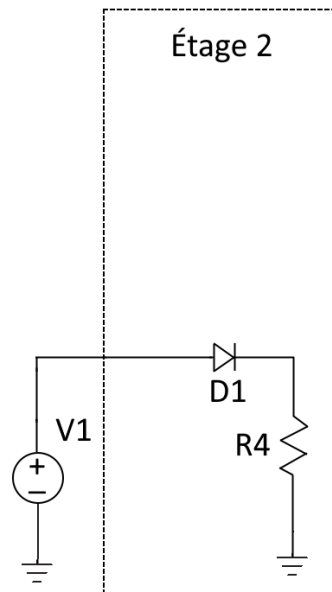

Figure 7 : Circuit de test étage 2
- 1) Mettez les configurations suivantes sur le générateur de fonction qui servira de source V1 du circuit ci-dessus (Figure 7).